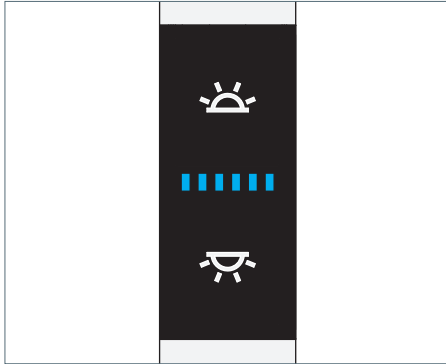

Fig. 13: Bedienelement.
- Drücken Sie die obere Taste, siehe Fig. 13.
- Drücken Sie die untere Taste, siehe Fig. 13.
- Drücken Sie die obere Taste und halten Sie diese Taste gedrückt, siehe Fig. 13. Nach ungefähr einer Sekunde verändert die Leuchte ihre Helligkeit.
- Drücken Sie die untere Taste und halten Sie diese Taste gedrückt, siehe Fig. 13. Nach ungefähr einer Sekunde verändert die Leuchte ihre Helligkeit.